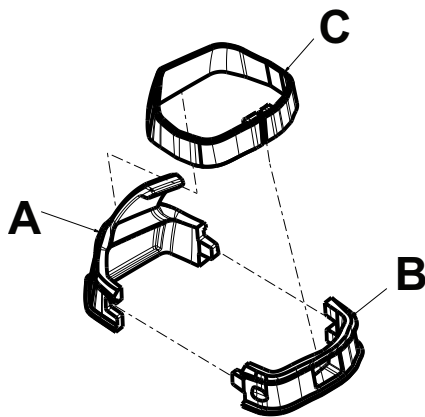

图 35 – 静脉输液挂钩组件
2. 调整咬合夹 (A 和 B) ，并将两个静脉输液挂钩保持在抓杆上 (图 35) 。
3. 将静脉输液钩锁止箍 (C) 滑到抓杆和两个静脉输液挂钩周围 (图 35) 。